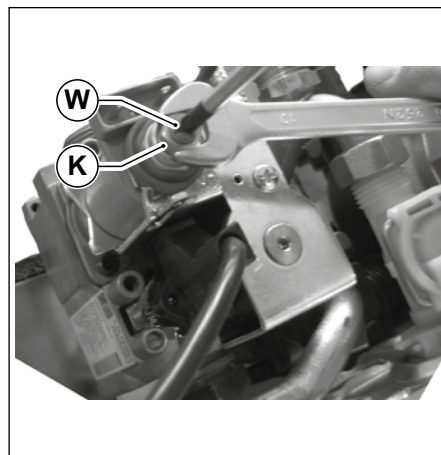

Fig. 41 Regulación válvula de gas
- Girando la tuerca **K** en sentido DE LAS AGUJAS DEL RELOJ (ver Fig. 41 Regulación válvula de gas) la presión a los inyectores aumenta, girando en sentido CONTRARIO AL DE LAS AGUJAS DEL RELOJ ésta disminuye.
- Para regular el valor de la presión, manteniendo bloqueada la tuerca **K** con una llave de 10 mm, girar el tornillo **W** en sentido DE LAS AGUJAS DEL RELOJ para aumentar la presión, en sentido CONTRARIO AL DE LAS AGUJAS DEL RELOJ para disminuirla (ver Fig. 41 Regulación válvula de gas).